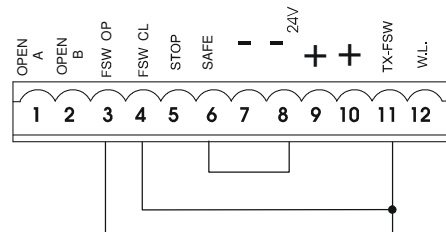

Abb. 26
**Anmerkung: werden keine Sicherheitsvorrichtungen eingesetzt, so sind die Klemmen zu überbrücken, wie in Abb. 26 angegeben.**
**Anmerkung:** werden keine Sicherheitsvorrichtungen beim Öffnungsvorgang angeschlossen, so sind die Eingänge FSW OP und -TX FSW mit Überbrückungsklemmen zu versehen (Abb. 26).
**Anmerkung:** werden keine Sicherheitsvorrichtungen beim Schließvorgang angeschlossen, so sind die Klemmen FSW CL und -TX FSW mit Überbrückungsklemmen zu versehen (Abb. 26).
**Anmerkung:** werden keine Sicherheitsvorrichtungen Leiste angeschlossen, so sind die Eingänge SAFE und - zu überbrücken (Abb. 26).